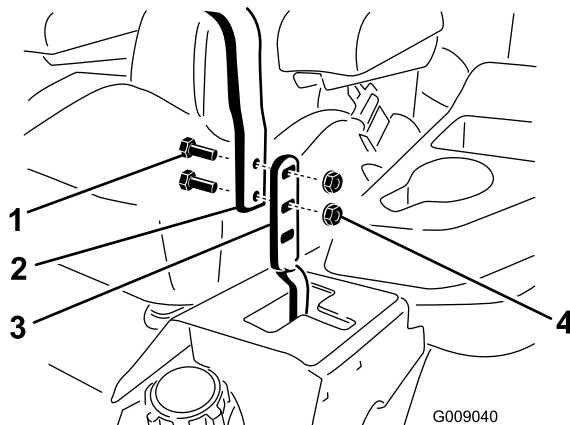

Figura 84
3. Desaperte os parafusos e as porcas flangeadas instalados nas alavancas (Figura 84).
4. Alinhe as alavancas da frente para trás ao unir as alavancas na posição de PONTO-MORTO e deslize até ficarem alinhadas, a seguir, aperte os parafusos (Figura 84).